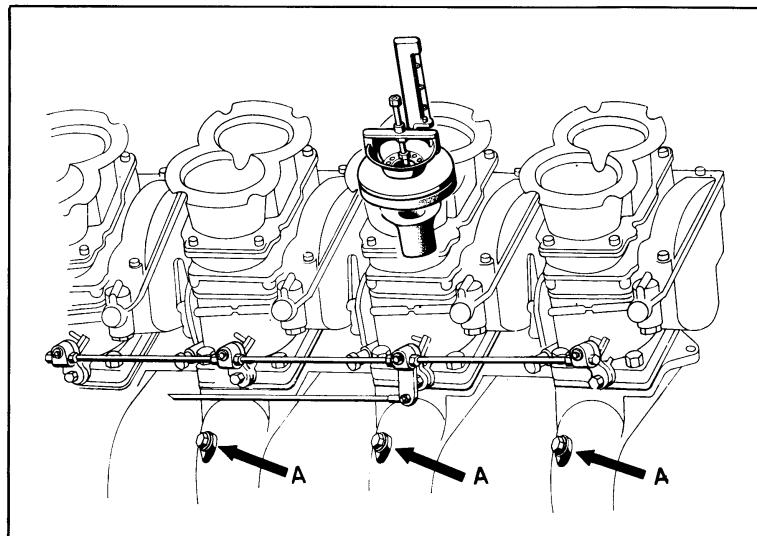

Fig. 81
1) Sostituire i tappi (n. 8) filettati (Fig. 81) con i raccordi dei vuotometri, collegando i condotti di destra con la cassetta sul parafango sinistro e viceversa, in modo tale che i due condotti del primo carburatore siano controllati dai due vuotometri contraddistinti col n. 1 e così via.
1) Remove the eight threaded plugs (Fig. 81) and fit the vacuum gauge unions, connecting the right hand ducts to the box on the left mudguard and vice-versa. In this manner the ports of the first carburettor will be connected to the two vacuum gauges marked with No. 1 and so on.
1) Remplacer les bouchons (N. 8) filetés (Fig. 81) avec les raccords des vacuomètres en reliant les conduits de droite avec la boîte sur l'aile gauche et vice-versa de telle manière que les deux conduits du premier carburateur soient contrôlés par les deux vacuomètres marqués n. 1 et ainsi de suite.
- e) Sostituire i raccordi dei vuotometri con i tappi filettati (Fig. 81) e rimontare il filtro aria.
- e) Remove the vacuum gauge unions and install the threaded plugs (Fig. 81); refit the air cleaner assembly.
- e) Remplacer les raccords des vacuomètres avec des bouchons filetés (Fig. 81) et remonter le filtre à air.